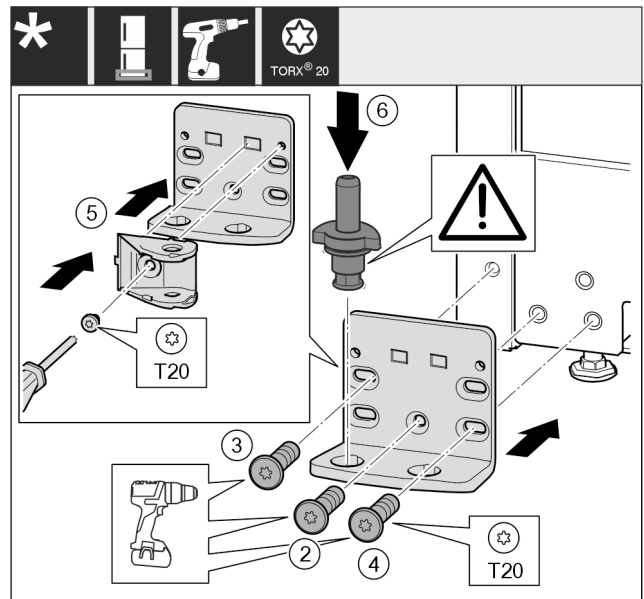

Fig. 39
- Lagerbock auf der anderen Seite ansetzen und mit Hilfe eines Schraubendrehers anschrauben. Mit der Schraube Fig. 39 (2) unten in der Mitte beginnen.
- Schraube Fig. 39 (3) und Schraube Fig. 39 (4) festschrauben.
- Schließdämpferverbindung Fig. 39 (5) um 180° drehen. Auf der anderen Seite des Lagerbocks mit Schraubendreher anschrauben.
- Lagerbolzen Fig. 39 (6) komplett einsetzen. Dabei darauf achten, dass der Rastnocken nach hinten zeigt.